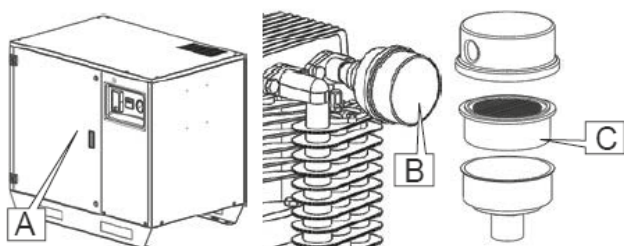

Fig. 13
- 3 Abrir a porta com a chave fornecida Pos. A Fig.13.
- 4 Desaparafusar a ficha pos.B Fig.13, retirar o cartucho e substituí-lo por um novo.